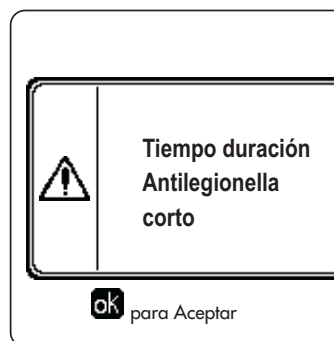

fig. 26- Mensaje Función Antilegionela no finalizada
- Si la **Función Antilegionela** no se ejecuta correctamente, en la pantalla se visualiza el mensaje indicado en fig. 26. Aunque se visualice este mensaje, la caldera sigue funcionando correctamente.